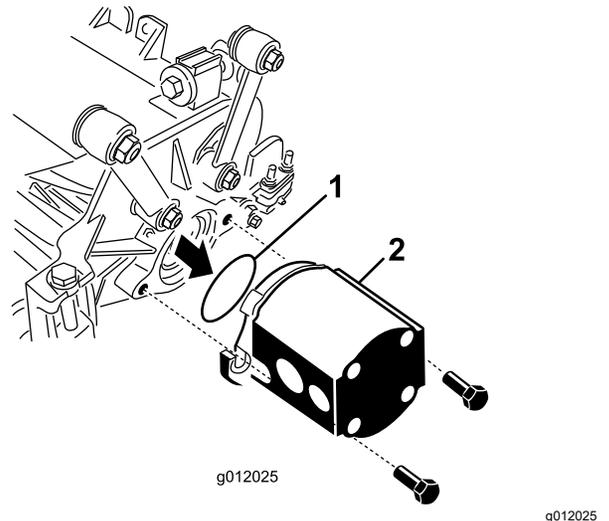

Figura 25
5. Insira o anel de retenção (fornecido com a unidade de corte) no friso do motor de transmissão (Figura 25).
6. Monte o motor na extremidade de acionamento da unidade de corte e fixe-o com os dois parafusos fornecidos (Figura 25) com a unidade de corte.